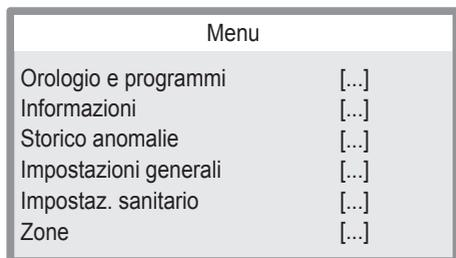

Figura 6.8
- Premere il tasto 15 (Figura 6.6) per portarsi al menu principale (Figura 6.8).